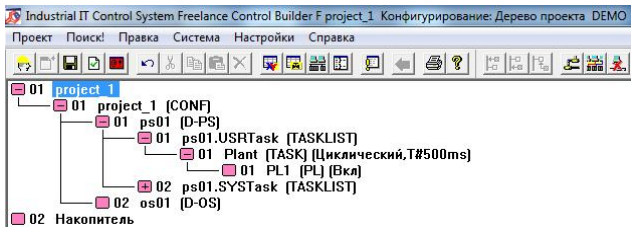

Рис. 2.1 – Структура проекту для виконання завдання.
Отже запустить середовище *CBF* та створить новий проект, як це описано в п.1.4.1 та п.1.4.3. В результаті отримаєте проект з двома вузлами: проектом та накопичувачем. За допомогою контекстного меню, яке викликається ПКМ створить конфігурацію проекту (*CONF*). Далі, для прискорення процесу ініціювання нового проекту додайте до накопичувача шаблон *ProjectTree.prt* та перенесіть компоненти шаблону до конфігурації вузла проекту. В результаті отримаєте дерево проекту, яке зображене на рис. 2.1. В цьому дереві імпортовано два вузли: процесова та операторська станції. В процесній станції присутні два списки задач: одна задача користувача з циклом виконання *500мс* та сім системних задач. На даному етапі системні задачі не потрібні. Тому згорніть їх, натиснувши ЛКМ на символ «-» напроти відповідного рядку.
На рис. 2.1 задача користувача вміщує список програм, який є її структурним елементом. В цей список в подальшому будуть додаватися різноманітні програмні компоненти, наприклад програми та функціональні блоки. Додайте до списку компонент нижнього рівня *PL1 (PL)* – програму з ім'ям *NP10* та мовою реалізації *FBD*. Подвійний клік ЛКМ відкриває компонент *NP10*.